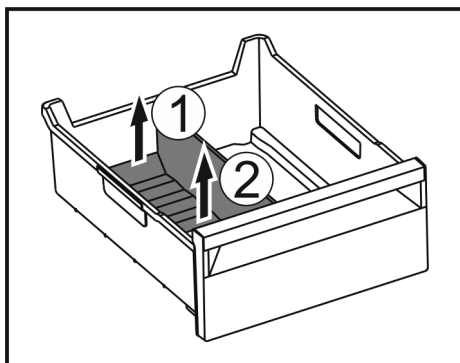

Fig. 145
- ▶ Zvedněte zadní část přepážky přihrádky na led. Fig. 145 (1)
- ▶ Přepážku přihrádky na led vyjměte nahoru. Fig. 145 (2)